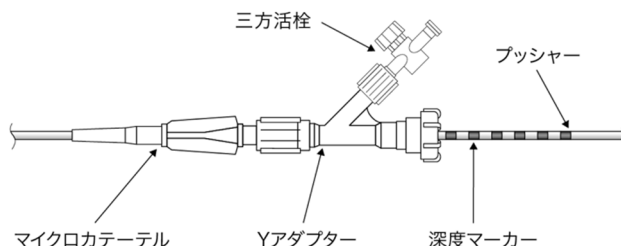
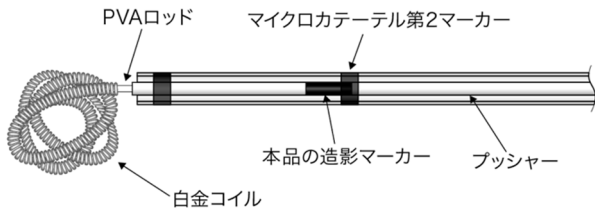

図 2. 深度マーカーの到達状態概略図
図 7. 造影マーカ―の位置合わせ状態概略図
本品の深度マーカーは、有効長 150cm のマイクロカテーテルとの併用を意図して設計されている。深度マーカーは、有効長 150cm のマイクロカテーテルに本品を挿入していく際、マイクロカテーテルに接続した Y アダプターの手元側に深度マーカーが到達した状態 (図 2) で、マイクロカテーテルの先端から白金コイル先端が出ない位置を示している。
(3) 本品の挿入
- ① 本品を破損させないようにシースをケースからゆっくり引き出す。
- ② 本品を挿入する前に、シースを透かしてプッシャーと白金コイルが直接接触していないことを確認する。
- ③ 本品挿入のためにアダプターのリングを緩める。
- ④ シース先端を破損させないように注意しながらしっかりとマイクロカテーテルのポートに突き当て、白金コイル及びプッシャーを変形させないように、ゆっくりとプッシャーを押して本品をマイクロカテーテル内に挿入する。[シース先端を破損させたり突き当てが不十分な場合は白金コイルがスタックしたりするおそれがある。]
- ⑤ プッシャーを後端までシース内に押し込んだ所で、シースをマイクロカテーテルのポートから外し、露出したプッシャーを固定しながらプッシャー後端部からシースを取り除く。
- ⑥ プッシャー近位端に深度マーカーがあることを確認する。
- ⑦ 図2の通り、マイクロカテーテルに接続されたYアダプターの手元側に深度マーカーが到達するまで、プッシャーを注意して進める。
- ⑧ X線透視下でマイクロカテーテルの先端まで白金コイルを進め、本品の白金コイル後端がマイクロカテーテルの第2マーカー(手元側)を越えたことを確認する。
- ⑨ EDクリップを本品のプッシャー後端に接続し、赤ランプの点灯ならびにブザーの連続音が鳴ることを確認する。[本品の白金コイル後端がマイクロカテーテルの第2マーカー(手元側)を越える前に接続すると、離脱装置が反応しないことがある。その場合は、一旦EDクリップを外して、本品の白金コイル後端がマイクロカテーテルの第2マーカー(手元側)を越えたことを確認してから離脱装置のRESETボタンを押す。]
(4) 白金コイルの離脱 (デタッチ)
- ① X線透視下で、マイクロカテーテルの先端が適切な位置にあることを確認しながら、ゆっくりと白金コイルを押し出す。
- ② 図7の通りマイクロカテーテルの第2マーカー(手元側)に本品の造影マーカー後端が重なった位置で挿入を止める。その際に離脱装置の赤ランプが緑ランプに変わり、ブザー音が止まることを確認する。